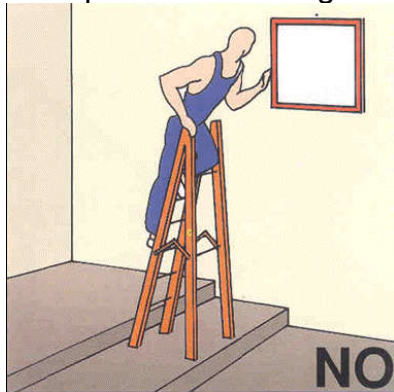

figura 8
- prestare attenzione se la base della scala è stata collocata su asperità del terreno o in prossimità di un gradino (Figura 8)